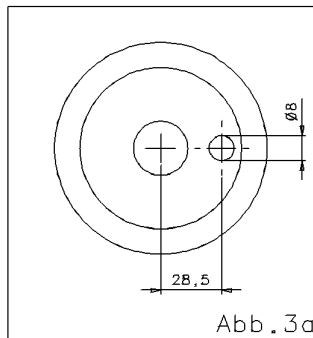

Abb. 3a
- Keilriemenscheibe (A) muß mit einer Bohrung Durchmesser ca. 8 mm versehen sein. Wenn diese Bohrung nicht vorhanden ist, gem. Abb. 3a die Bohrung einbringen.